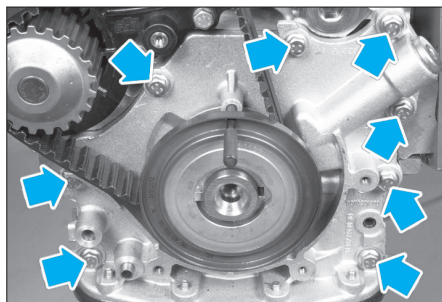

Fig. 13
- les huit vis de la pompe à huile en bout de vilebrequin (Fig.13),